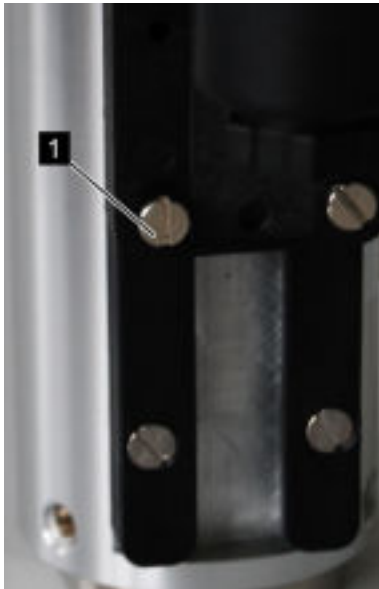

Abb. 38: Feststellschrauben lösen
2. ➔ Die Feststellschrauben des Schaltkontaktes (Abb. 38/1) mit einem Schlitzschraubendreher lösen
6. ➤ Feststellschrauben des Schaltkontaktes (Abb. 38/1) mit einem Schlitzschraubendreher wieder anziehen. Dabei Schrauben-Anziehdrehmoment beachten.